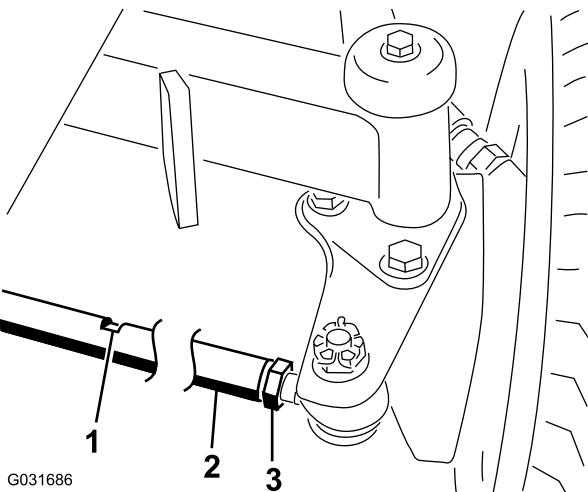

Figura 48
- Desaperte a porca de bloqueio em cada extremidade da barra de direção (Figura 48).